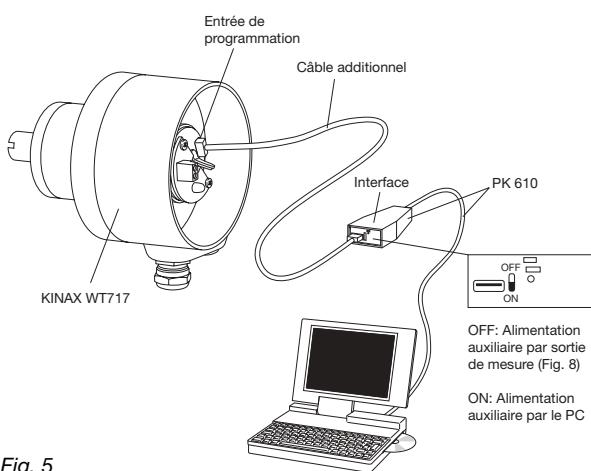
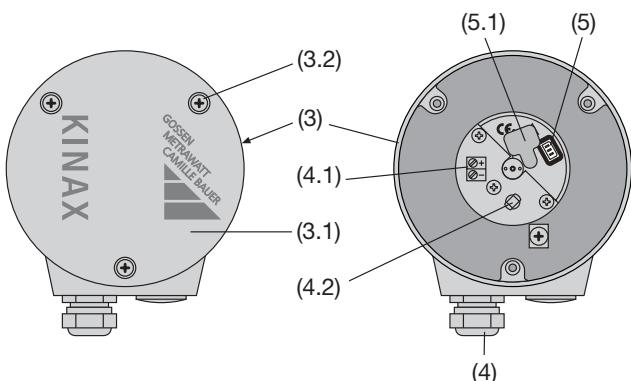

Fig. 5
Fig. 7. Partie arrière (3) avec bornes (4.1) et presse-étoupes (4).
1. Enlever le couvercle (3.1 Fig. 7). Enlevant le cache en caoutchouc (5.1) le connecteur de programmation (5) devient accessible (voir chapitre «7.1 Raccorder les lignes»). Raccorder le KINAX WT 717 selon Fig. 5 à l'équipement de programmation. Démarrer le logiciel 2W2. Configurer, si nécessaire, le convertisseur avec les caractéristiques désirées.
1. Mettre en service le convertisseur de mesure et le raccorder à l'équipement de programmation selon Fig. 5 (commutateur AUX du PK 610 sur OFF).